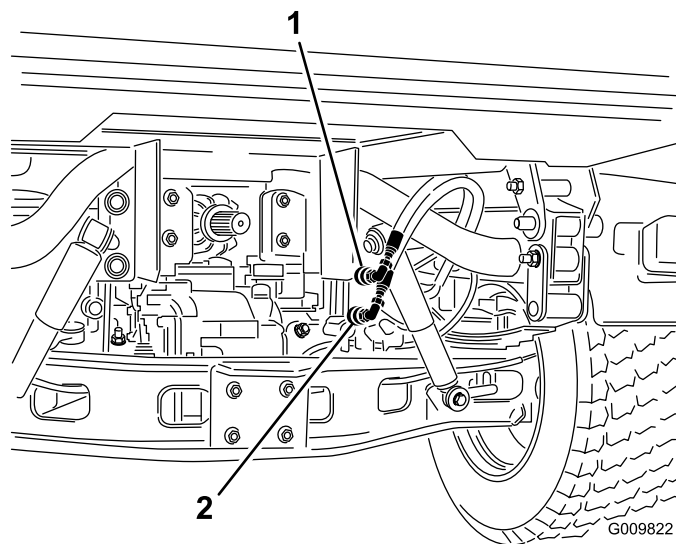

Figura 71
2. Scollegate i due tubi dei giunti a disinnesto rapido dai tubi fissati alla relativa staffa, su entrambi i veicoli (Figura 71).